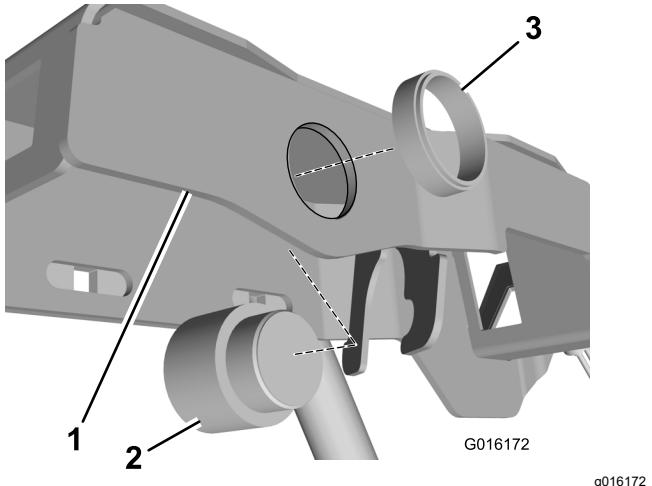

Figura 2
- Instale o alarme sonoro na estrutura do braço da consola (Figura 2).